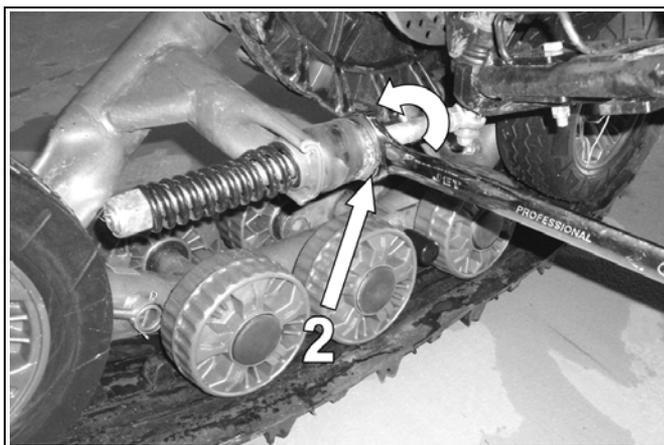

Abbildung 5
- Stellen Sie die in Abbildung 5 dargestellte Überwurfutter (2) so ein, bis das Flacheisen einen Abstand von 315 ± 5 mm zum Boden hat.